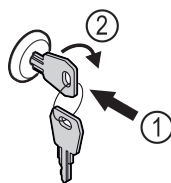

Fig. 160
- Trykk inn nøkkelen. Fig. 160 (1)
- Vri nøkkelen 90° med klokka. Fig. 160 (2)